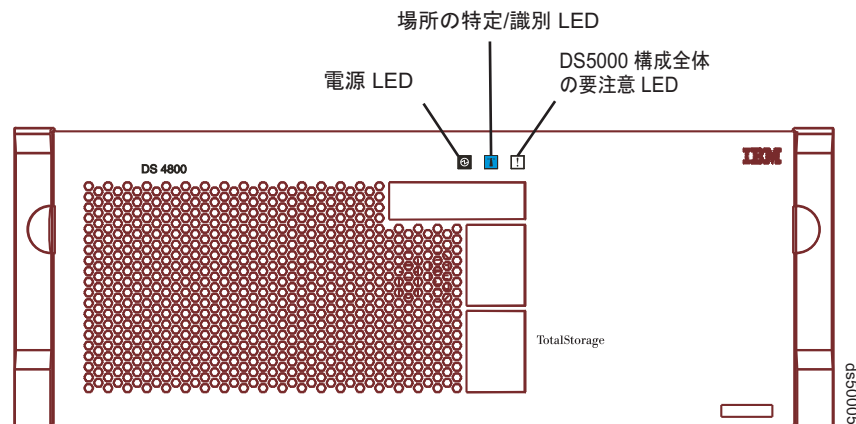

図 134. DS5100 または DS5300 の前面ベゼルにある構成全体の要注意 LED
2. ストレージ・サブシステムの前面ベゼルにある構成全体の要注意 LED を調べて、障害のあるバッテリーが含まれているストレージ・サブシステムを突き止めます。(図 134 に、前面ベゼルにある構成全体の要注意 LED の位置を示します。)